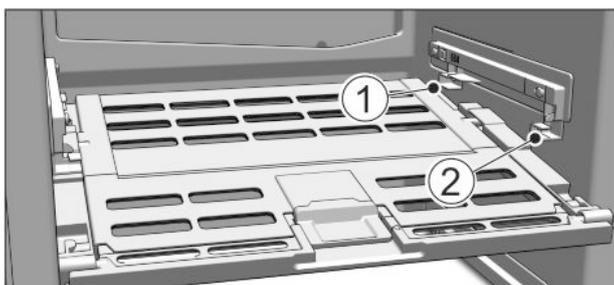

Fig. 14
- Nasazení víka přihrádky na ovoce a zeleninu: Výstupky víka zaveďte zdola do zadních držáků *Fig. 14 (1)* a vpředu zaklesněte do držáku *Fig. 14 (2)*.